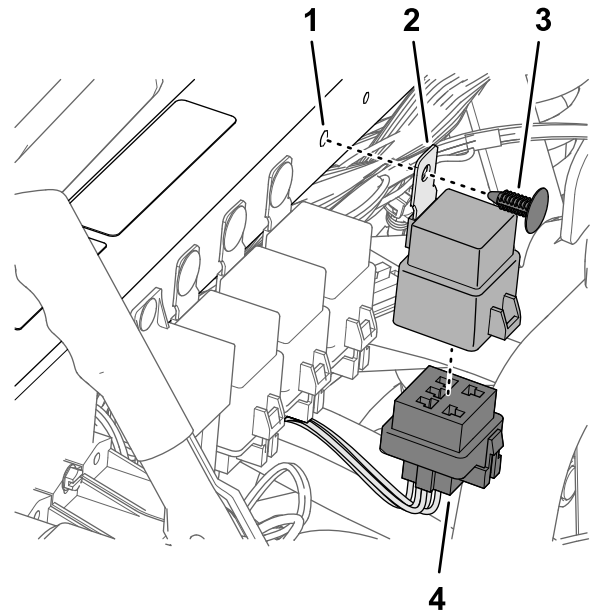

図 189
1. リレーの5ピンコネクタを、5ソケットコネクタ 図 189 キットのワイヤハーネスのうちASC 10 ENABLE RELAYというラベルのついているものに接続する。
2. リレーの取り付けタブについている穴を、ショックサポートチューブの穴に合わせ、押し込みファスナーを使ってリレーをチューブに固定する 図 189。